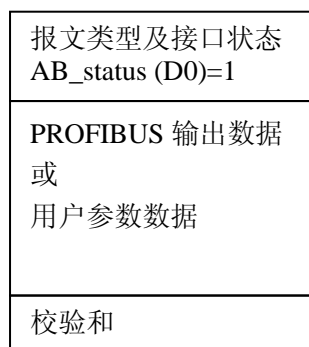
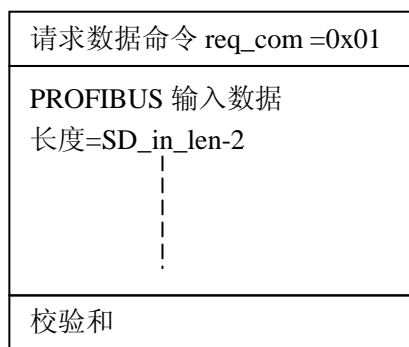

图 4-13 用户板接收到输出数据
图 4-14 用户板发输入数据报文
② 如果 AB_status (D0)=1，见图 4-13：表明接口板用户参数数据已由主站更新。因此，用户模板应在发送输入数据报文中置“请求数据命令 req_com =0x01”，见图 4-14，即：请求读用户参数；接口板将回答输出数据报文格式 B，即回答用户参数数据。见图 4-15。如果用户板正确地接收了接口板回答的输出数据报文格式 B，应发请求数据命令 req_com=0x02（见表 4-4：请求数据命令 req_com），清除用户参数已